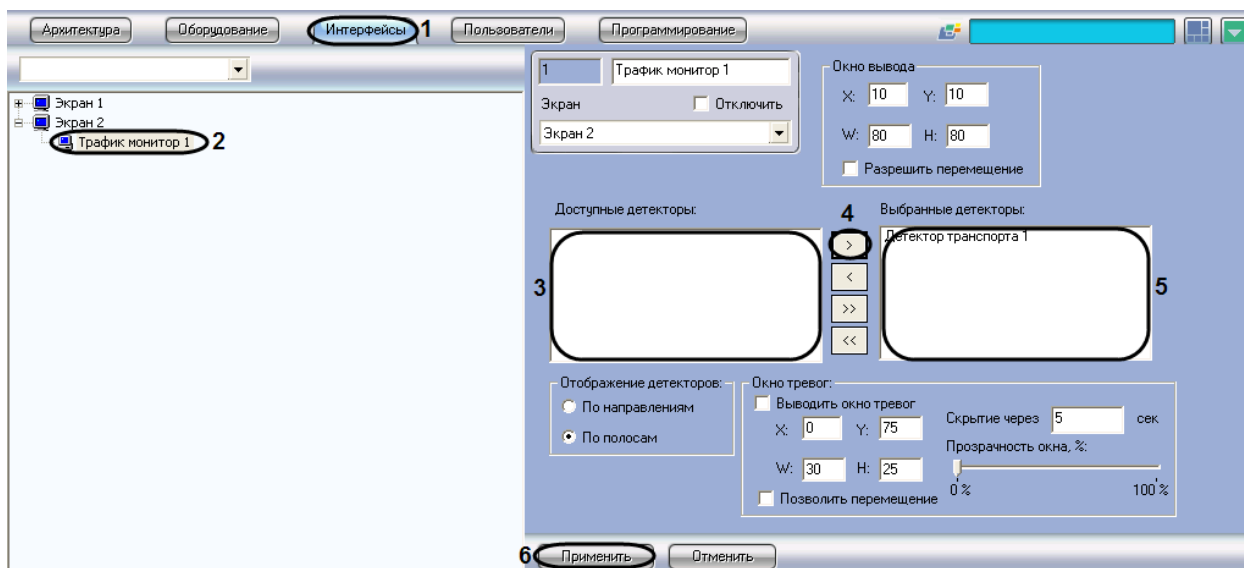

Рис. 7.7—2. Выбор детектора движения
4. Нажать кнопку «>» для перемещения выбранного значения в список «Выбранные детекторы» (см. Рис. 7.7—2, 4-5).
5. Нажать кнопку «Применить» для сохранения настроек (см. Рис. 7.7—2, 6).